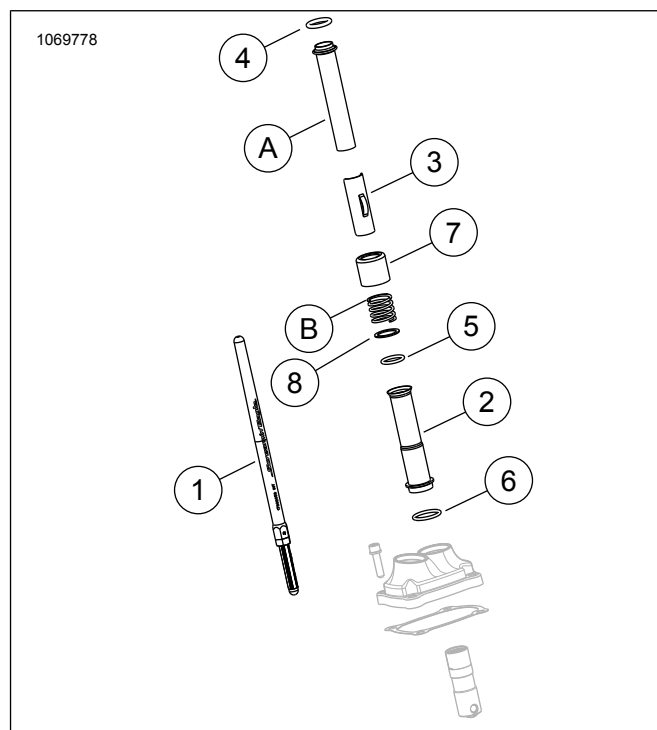
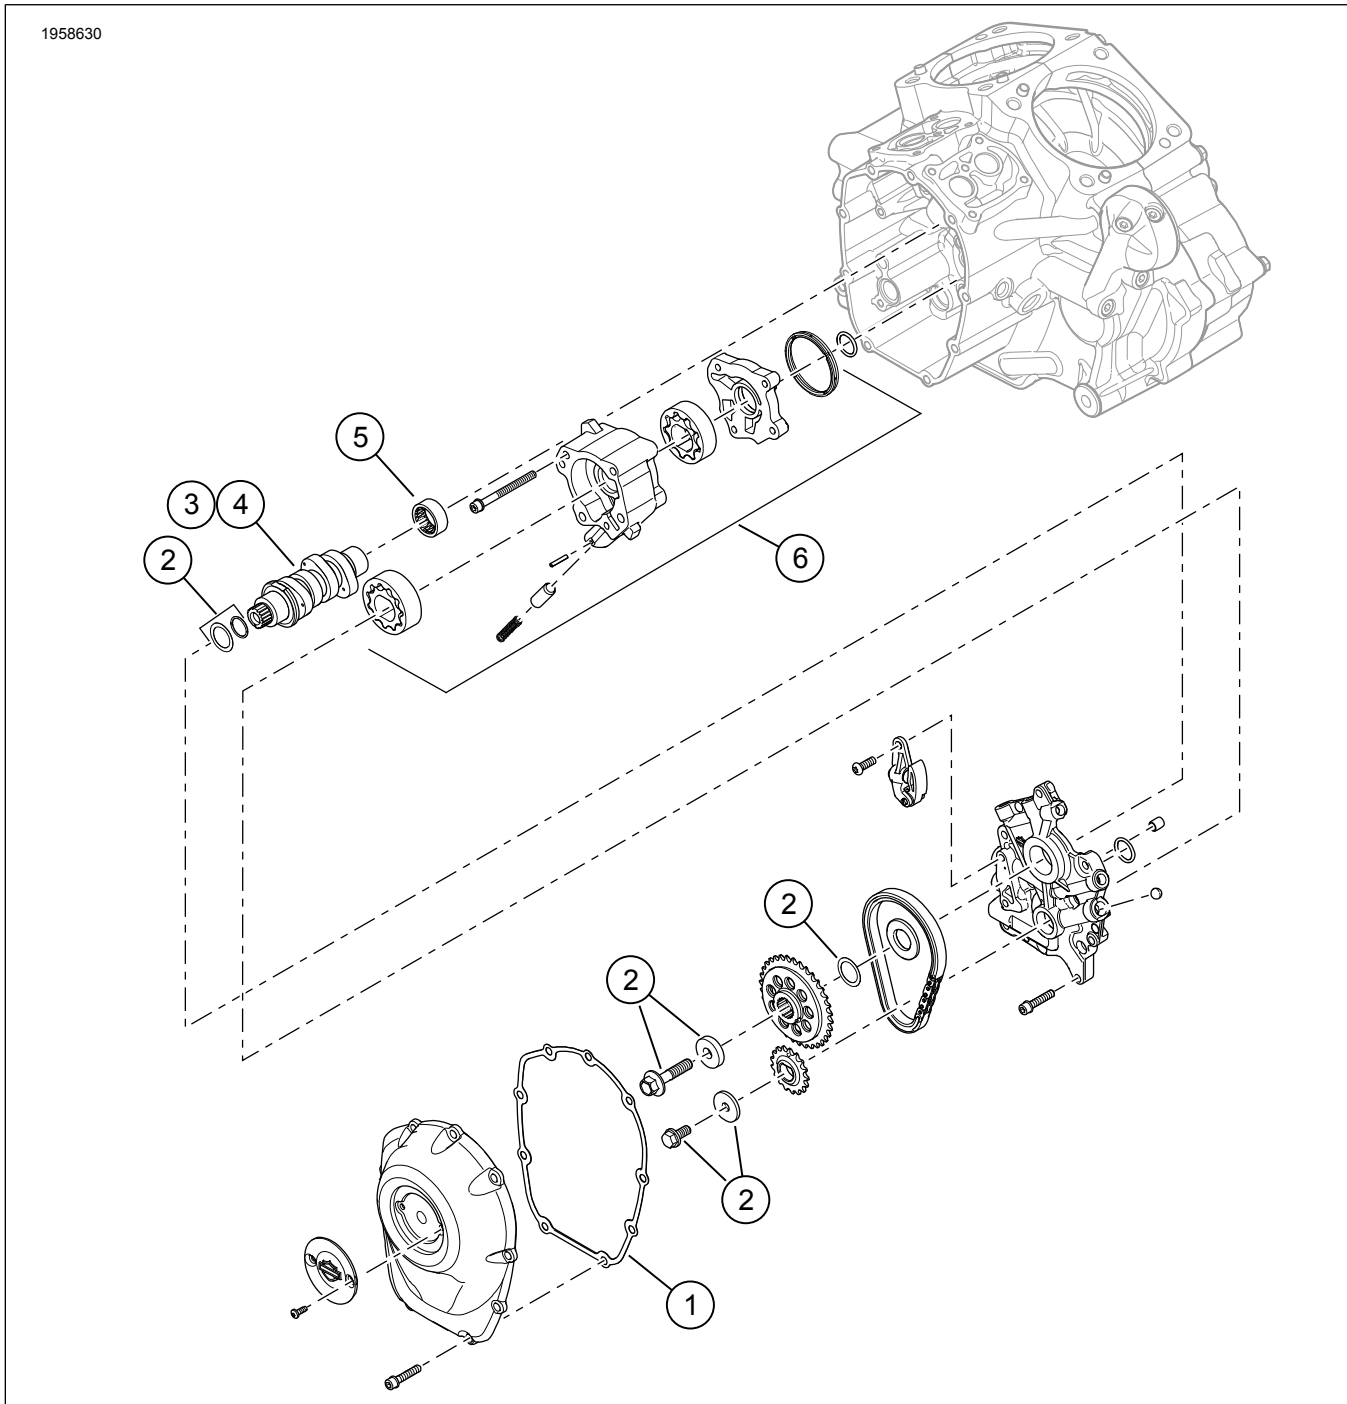

Figura 3. Peças de reposição
Figura 4. Peças de reposição: Kit Screamin' Eagle Milwaukee-eight Stage 2
Veja da Figura 3 a Figura 4 da Tabela 2 a Tabela 3.
1. Figura 4 Instale a bomba de óleo. Consulte MOTOR no Manual de serviço.